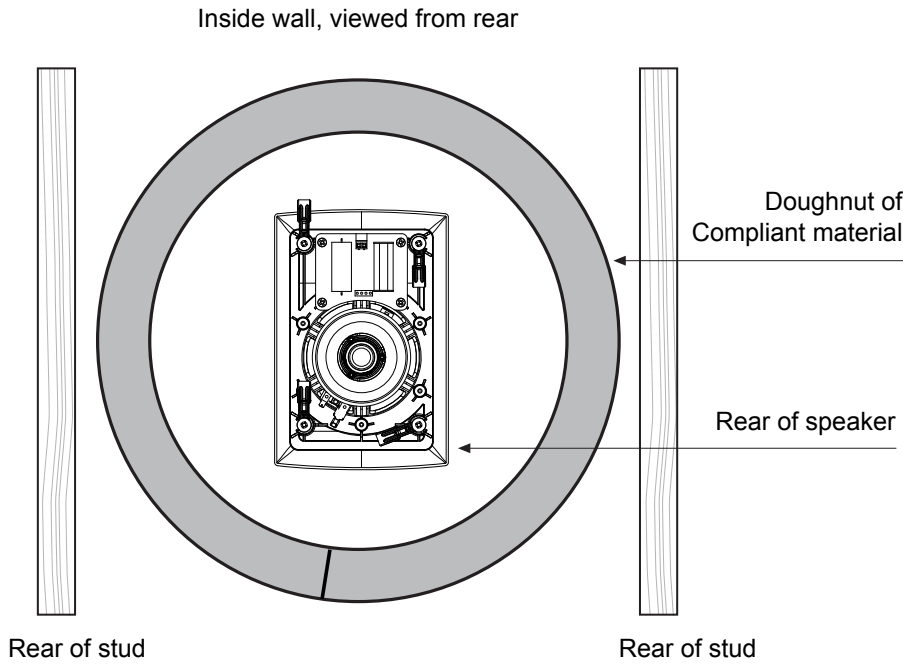

Fig 12: Stud partition or wall cavity, using compliant material of appropriate thickness to create a tight seal
1. Muchos instaladores profesionales utilizan un “donut” de material flexible, que se puede insertar de forma ajustada entre las dos superficies de la partición o en la cavidad de la pared. La longitud de la superficie interna de la tira de material determina el volumen del “cerramiento”. Para cada modelo, corte las tiras en las longitudes que se indican en la tabla a continuación, insértelas en la cavidad y únalas para formar un anillo que asegure el volumen correcto; consulte la Fig: 12.